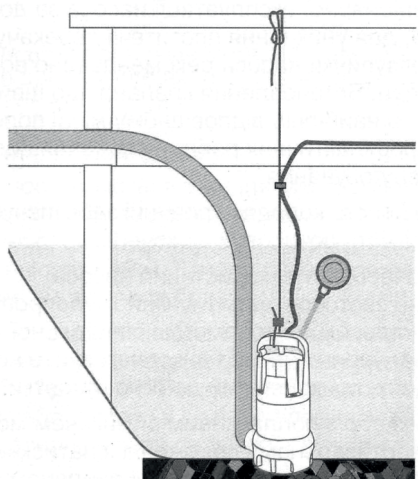

Рис. 2. Схема дренажной системы.
7. Насос должен устанавливаться так, чтобы всасывающий сетчатый фильтр не забивался частично или полностью осадком, грязью и т.п. Добиться этого можно путем установки насоса на кирпич, металлическую плиту или аналогичную подставку (рис. 2).